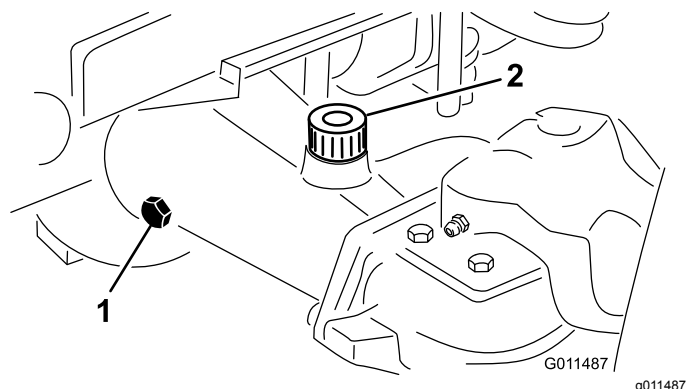

Figura 18
2. Retire o tampão de verificação de uma extremidade do eixo e certifique-se de que existe lubrificante até ao fundo do orifício (**Figura 18**).